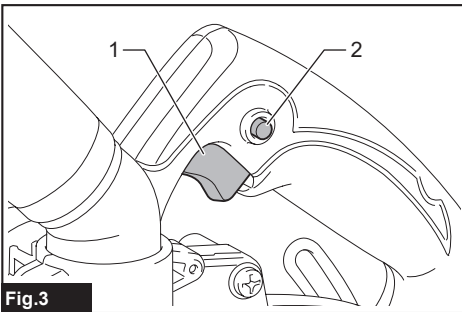

Fig.3
► Fig.3: 1. Gatillo interruptor 2. Botón de bloqueo / Botón de desbloqueo